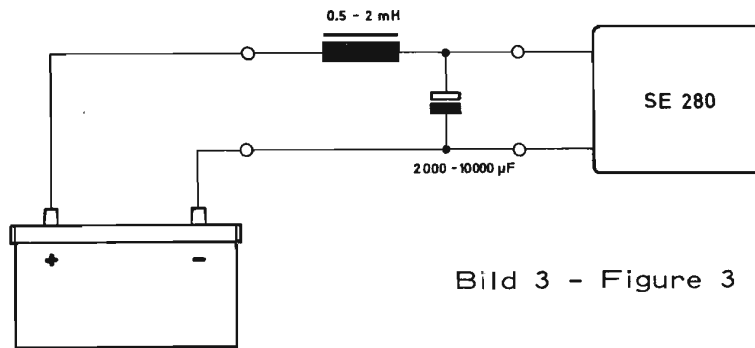

Bild 3 - Figure 3
1. Lichtmaschinenstörungen äußern sich durch Motor-Drehzahl abhängiges Heulen. Wird mehr Gas gegeben, wird der Heulton höher. Diese Störungen sind niederfrequenter Art und gelangen fast immer über die Betriebsspannungszuleitung in das Gerät. Die Störungen treten sowohl bei Senden, als auch bei Empfang auf. Verschmutzte und teilweise defekte Kollektoren oder Schleifringe sind meist die Ursache. Abhilfe schafft bei solchen Störungen ein Filter nach Bild 3. Um die Funktion des Gerätes nicht zu beeinflussen, sollte der Gleichstromwiderstand der Entstördrossel kleiner 0,3 Ohm sein. Geeignete Drosseln sind im Handel erhältlich (z. B. Siemens B-82505-D-A3).
1. Interference from the generator is usually heard as a wining sound whose frequency increases with the speed of the motor. This interference is at AF level and is usually carried to the transceiver along the supply cables. The interference is to be heard during both transmit and receive, and is usually caused by soiled or defective commutators. Figure 3 gives a circuit of a suppression link suitable for counteracting such interference. In order to ensure that the operation of the transceiver is not effected, attention must be paid that the DC-resistance of the suppression choke is not greater than 0,3 Ohm. Suitable chokes are available on the market.